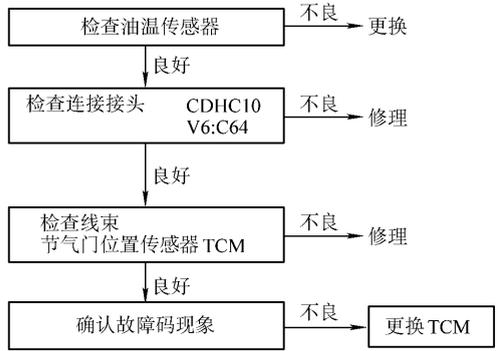
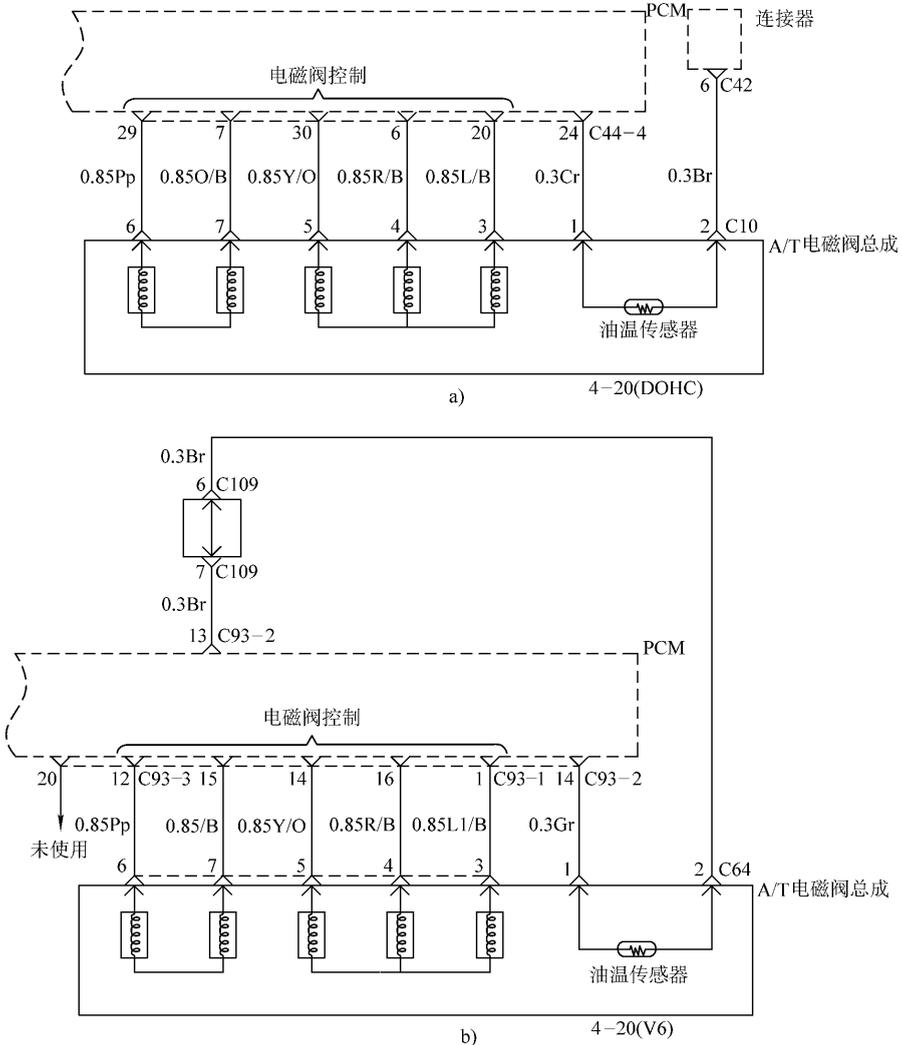

图 7-20 DTC P0710 故障诊断流程图
图 7-21 油温传感器电路图
如果运行 10min 以后，油温传感器的输出电压高于 2.6V，则判定油温传感器线路断路并输出 DTC P0710。如果油温传感器显示的电压相当于 200 时间 1s 以上，则判定油温传感器线路短路并输出 DTC P0710。产生该故障的原因可能有：①油温传感器不良；②连接不良；③TCM 不良。DTC P0710——油温传感器故障的诊断流程如图 7-20 所示。油温传感器电路图如图 7-21 所示。